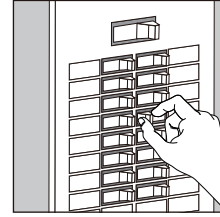

FIG. 2
- FIG. 2. Place either the main (Master) switch to the "OFF" position, cutting off power to your entire home
- FIG. 2. Coloque el interruptor principal (Maestro) en la posición "OFF" (apagado), cortando el suministro de energía de todo su hogar, o bien, desconecte el interruptor individual que provee energía al lugar donde estará instalado el artefacto eléctrico.